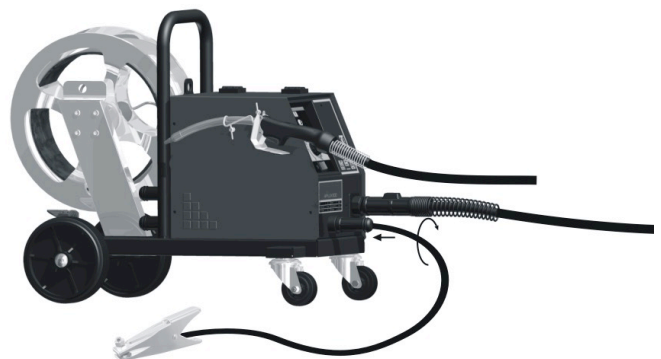

Fig.7
5.3 – Ligar o cabo de massa. Enfiar a ficha do cabo e apertar firmemente rodando 90° (Fig.7). Apertar o alicate sobre a peça o mais próximo possível da zona de soldadura, verificando o seu bom contacto eléctrico.